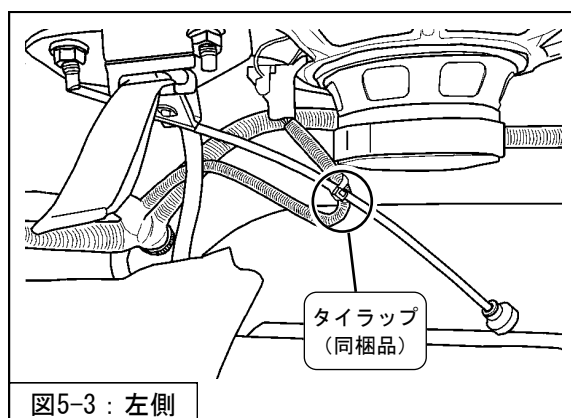

図5-3: 左側
4. 左側のケーブルは、タイラップ(同梱品)を使用して配線に固定してください。(図5-3)